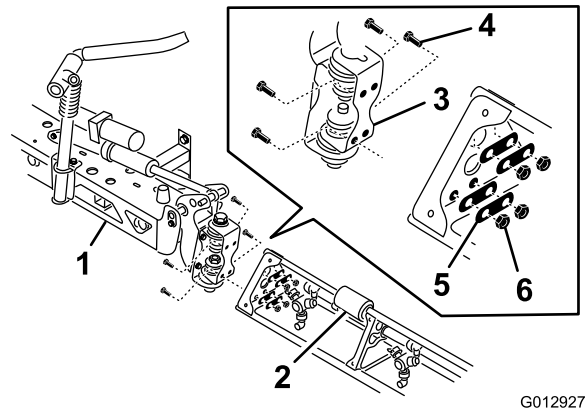

Figura 30
7. Instale la extensión del brazo en el brazo central en la placa de pivote usando los cuatro pernos, las cuatro arandelas y las cuatro tuercas retirados en el paso 6, según se muestra en Figura 30.